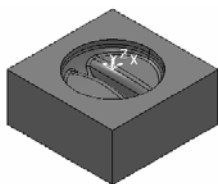

图3-70 导入模型文件
2) 选择下拉菜单中的“文件”→“输入模型”命令,弹出“输入模型”对话框,选择“anniu.dgk”(“随书光盘:\第3章\3.2\uncompleted\anniu.dgk”)文件,单击“打开”按钮即可,如图3-70所示。